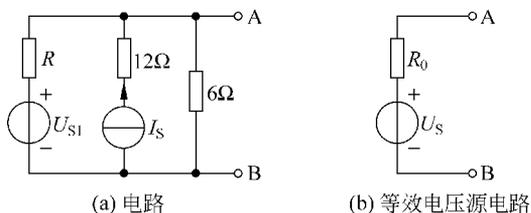

图 1-15 练一练电路图
**练一练:**图 1-15(a)所示有源线性二端网络的等效电压源电路如图 1-15(b)所示。已知图 1-15(b)中的  $R_0 = 3$ ,那么图中的  $R$  值是多少?